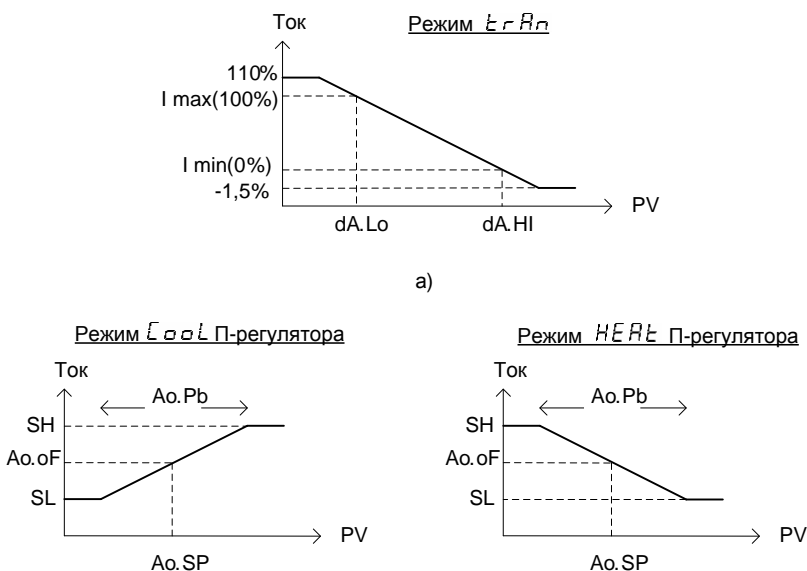

Рисунок 4 – Характеристики токового выхода.
1.4.2.4.1 Первый режим – ретранслятора измеряемой величины (рисунок 4а).